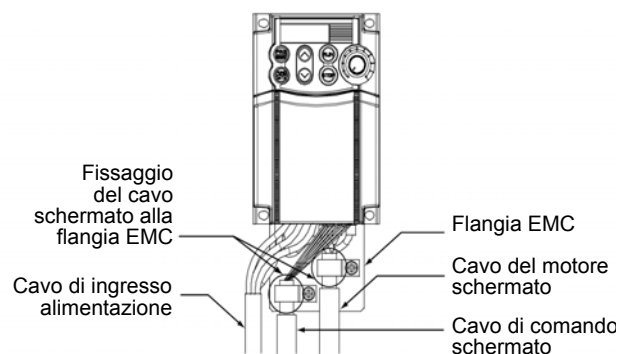

Figura 11-3-2 Cablaggio dei cavi schermati
- 2) Il cavo di collegamento al motore deve essere schermato e quanto più possibile corto. Montare la schermatura sulla flangia per collegare a terra il cavo. Quindi, collegare elettricamente la schermatura al morsetto di messa a terra del motore. (cfr. figura 11-3-2)